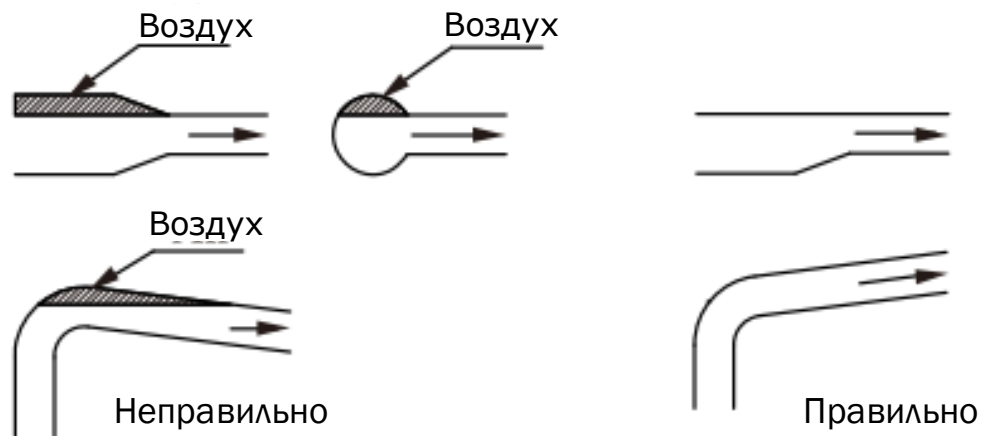

Рисунок 6
- при установке труб также необходимо следить за тем, чтобы в трубах не скапливался воздух, особенно в приемной трубе (см. рисунок 6).